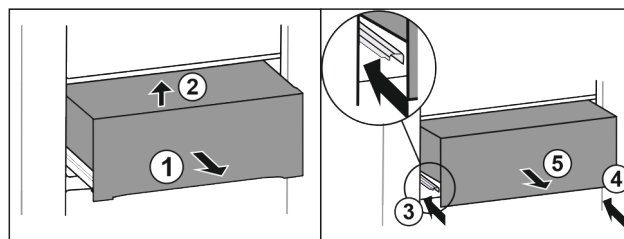

Fig. 24
- ▶ Изтеглете чекмеджето наполовина Fig. 24 (1).
- ▶ Повдигнете отпред Fig. 24 (2).
- ▶ Вкарайте лявата релса Fig. 24 (3).
- ▶ Вкарайте дясната релса Fig. 24 (4).
- ▶ Извадете чекмеджето напред Fig. 24 (5).